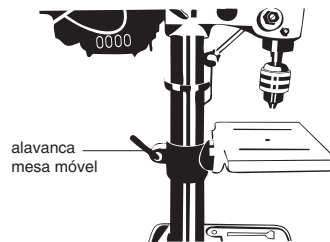

FIGURA 11
2. Quando a posição desejada for atingida, aperte firmemente o Alavanca da Mesa Móvel para que a mesa não mais se mova (Figura 11).